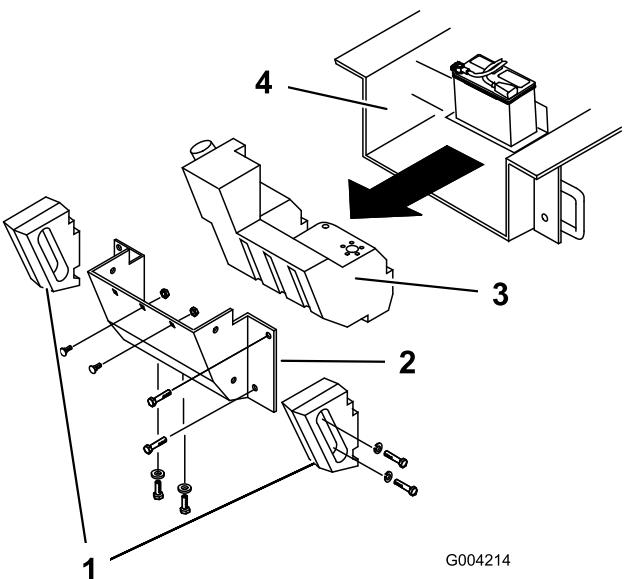

Bild 65
Öffnen Sie die Motorhaube und untersuchen Sie die Stellen unter dem Motor regelmäßig mit einer Taschenlampe. Führen Sie die folgenden Schritte aus, wenn die Schmutzschicht 2,5 bis 5 cm dick ist (siehe Bild 65 für diese Schritte):
5. Entfernen Sie die Schrauben, Scheiben und Sicherungsscheiben, mit denen die beiden seitlichen Gewichte befestigt sind und entfernen Sie die Gewichte (Bild 65).
8. Entfernen Sie die sechs Muttern und Schrauben; mit denen die hintere Abdeckung befestigt ist und nehmen Sie sie ab (Bild 65).
10. Schieben Sie den Kraftstofftank nach hinten (Bild 65).
17. Schieben Sie den Kraftstofftank halb durch in den Rahmen (Bild 65).
23. Setzen Sie die hintere Abdeckung wieder auf und befestigen sie mit den vorher entfernten sechs Schrauben und Muttern (Bild 65).
25. Befestigen Sie die Seitengewichte mit den vorher entfernten Schrauben, Scheiben und Sicherungsscheiben (Bild 65).